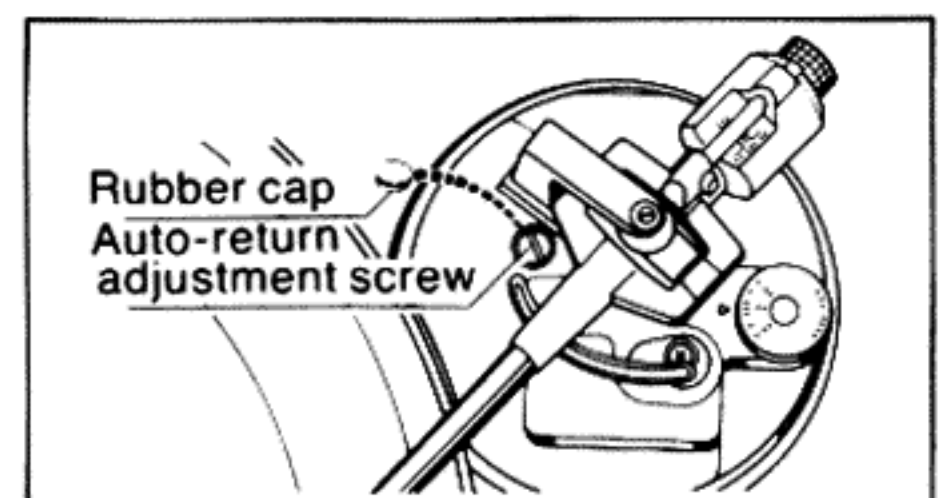

Fig. 15
## ● Adjustment of automatic return position (Fig. 15)
### ● **Justierung des Abschaltpunktes der Automatik (Abb. 15)**
### ● **Mise au point de la position de retour automatique (Fig. 15)**
- **Ajuste de la posición para retorno automático (Fig. 15)**